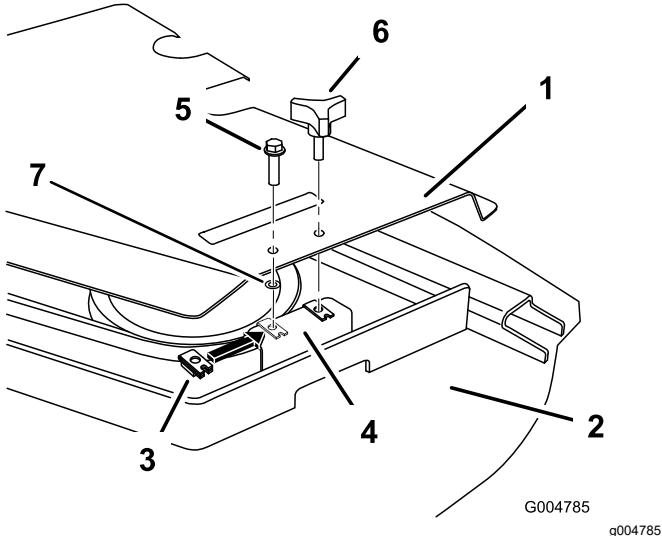

Bild 8
3. Setzen Sie eine Befestigungsmutter in das vordere Loch an der Mähwerkhalterung ein (Bild 8).
4. Befestigen Sie die Riemenabdeckung mit der Schraube (5/16" x 1 1/4") und Steckmutter (5/16"), wie in Bild 8 abgebildet.